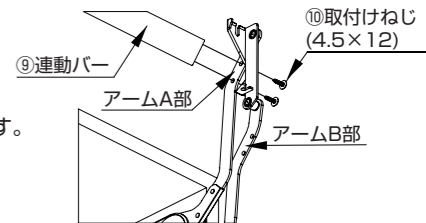

図6
アームA部に連動バーを取り付けることを基本としますが、より剛性を必要とする場合は、アームB部にも取り付けてください(図6)。
- (1) アームA部の所に、⑨連動バーを⑩取付ねじ(4.5×12)で確実に固定します(図6)。扉中央部がガラスの場合などで連動バーを目立たせたくない場合は、アームB部の所で同様に固定できます。